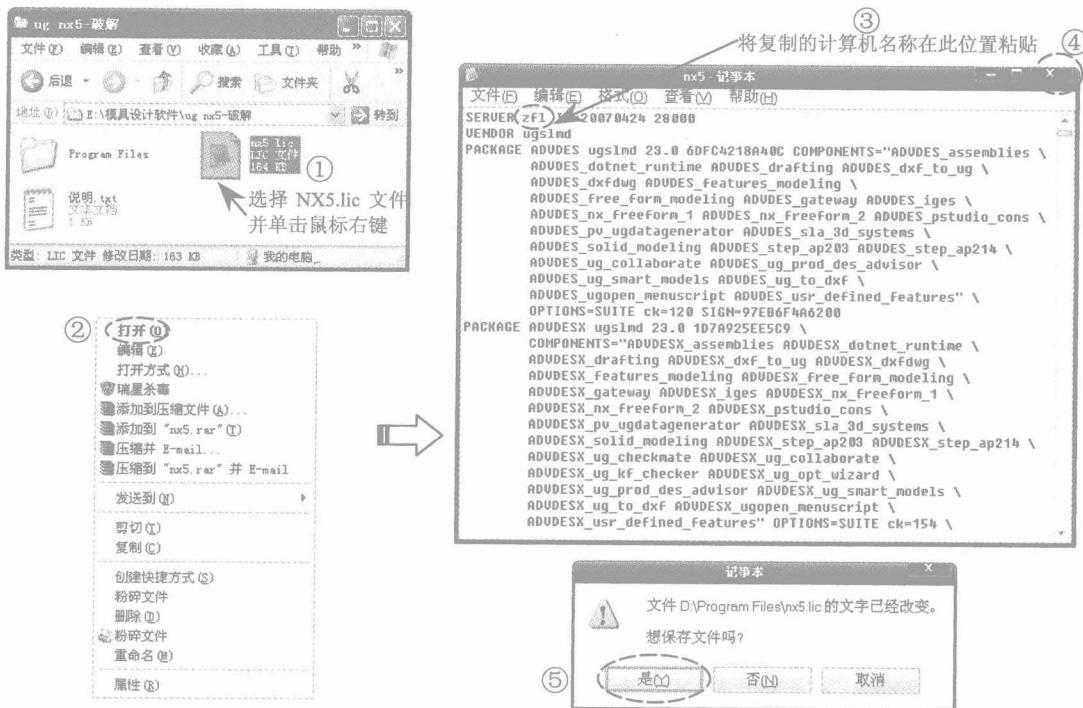

图 1-2 更改UGSlicensing 文档
- (3) 打开本地硬盘找到安装文件的 UG NX5 破解文件 (NX5.lic)，然后按照图 1-2 所示的指引进行操作。
(4) 现在开始安装 UG NX5 软件。首先在桌面单击虚拟光驱 (DAEMON Tools) 按钮，然后在任务栏右下角打开虚拟光驱并载入本地硬盘找到 UG NX5 的安装软件。